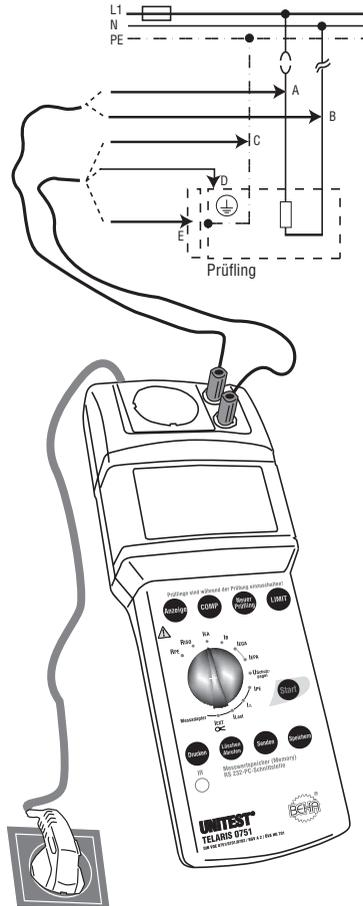

Bild 6.10: Messung des Ersatzableitstromes bei fest angeschlossenen Geräten oder Geräten ohne Netzstecker
- ▶ Schließen Sie den UNITEST TELARIS 0751 mit dem Netzanschlusstecker (1) an eine funktionsfähige und ordnungsgemäß angeschlossene Schutzkontakt-Netzsteckdose an.
- ▶ Stellen Sie den Drehschalter 'Messfunktion' (15) auf die Schalterstellung 'IEA'
- ▶ Stellen Sie mittels der Taste LIMIT (7) den Grenzwert für den Ersatzableitstrom ein, Grenzwerte siehe Tabelle 3.
- ▶ Verbinden Sie den PE-Anschluss des Prüflings mit der blauen Buchse 'PE' (5), entsprechend C in Bild 6.10.
- ▶ Bei Geräten der Schutzklasse II oder III und berührbaren leitfähigen Teilen bei Geräten der Schutzklasse I, die nicht mit dem Schutzleiter verbunden sind, verbinden Sie zusätzlich die Buchse 'PE' (5) mit allen berührbaren leitfähigen Gehäuseteilen des Prüflings entsprechend D, E in Bild 6.10.
- ▶ Verbinden Sie die Buchse 'L/N' (4) mit allen aktiven Anschlüssen des Prüflings entsprechend A, B in Bild 6.10.
- ▶ Drücken Sie die Taste „Start“ (9). Das blinkende Symbol für die Messeinheit im Display signalisiert den aktuellen Messvorgang.
- ▶ Lesen Sie den Messwert von der LC-Anzeige (6) ab. Das Symbol 'LIMIT' (21) zeigt bei eingeschalteter Grenzwertanzeige eine Überschreitung des Grenzwertes an.
- ▶ Die Messergebnisse können durch Drücken der Taste Speichern (10) abgespeichert werden. Hinweise zu Speichern von Messwerten siehe Abschnitt 7.1 und 7.2.